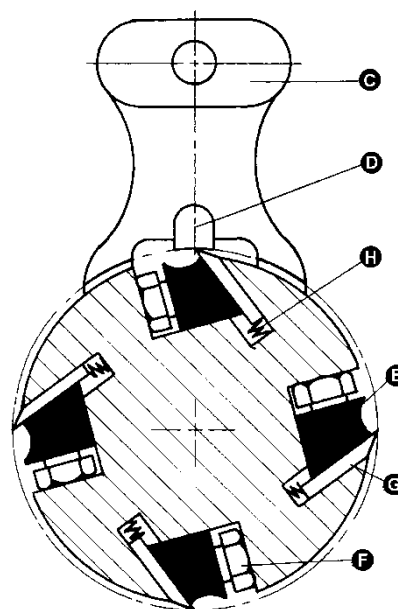

Рис. 20
3. Для проверки и регулировки ножей используйте шаблон (см. Рис. 20, 21), проверьте все четыре ножа. Ножи должны касаться нижнего края центрального выступа шаблона.
4. Если требуется регулировка одного или более ножей, немного ослабьте прижимную планку ножа (Е, см. Рис. 20), повернув шесть стопорных винтов (F, см. Рис. 20) на прижимной планке. Поверните винты так, чтобы только ослабить прижим ножей в посадочном пазу вала, не нарушая установку и положение самих ножей. Сделайте это для всех четырех ножей одновременно.
5. Поместите шаблон на нож (G, см. Рис. 20), продолжайте ослаблять стопорные винты (F, см. Рис. 20), пока пружины (H, см. Рис. 20) не начнут поднимать нож. Когда нож коснется центрального выступа (D, см. Рис. 20) зафиксируйте прижимную планку, немного закрутив шесть стопорных винтов (F, см. Рис. 20) в пазу.
7. После того, как все четыре ножа закреплены винтами, туго закрутите шесть стопорных винтов (F, см. Рис. 20, 21) первого ножа в пазу, начиная с винтов по краям, затем центральные винты, пока нож не будет надежно закреплен в строгальном
3. Чтобы снять нож, ослабьте прижимную планку (Е, см. Рис. 20), повернув шесть стопорных винтов (F, см. Рис. 20) на прижимной планке. Снимите прижимную планку (Е, см. Рис. 20), нож (G, см. Рис. 20) и пружины (H, см. Рис. 20).
8. Поместите на нож шаблон (С, см. Рис.20).
9. Придерживая шаблон на ноже, ослабьте все шесть стопорных винтов (F, см. Рис. 20), поворачивая их на прижимной планке (Е, см. Рис. 20), пока режущий край не коснется выступа (D, см. Рис. 20) на шаблоне. Зажмите прижимную планку, закрутив обратно шесть стопорных винтов в пазу.
11. После того, как все четыре ножа закреплены винтами, поставьте на место и закрутите шесть стопорных винтов (F, см. Рис. 20) в пазу, начиная с винтов по краям, затем центральные винты, пока нож не будет надежно закреплен в валу. Таким же образом затяните три оставшихся ножа.